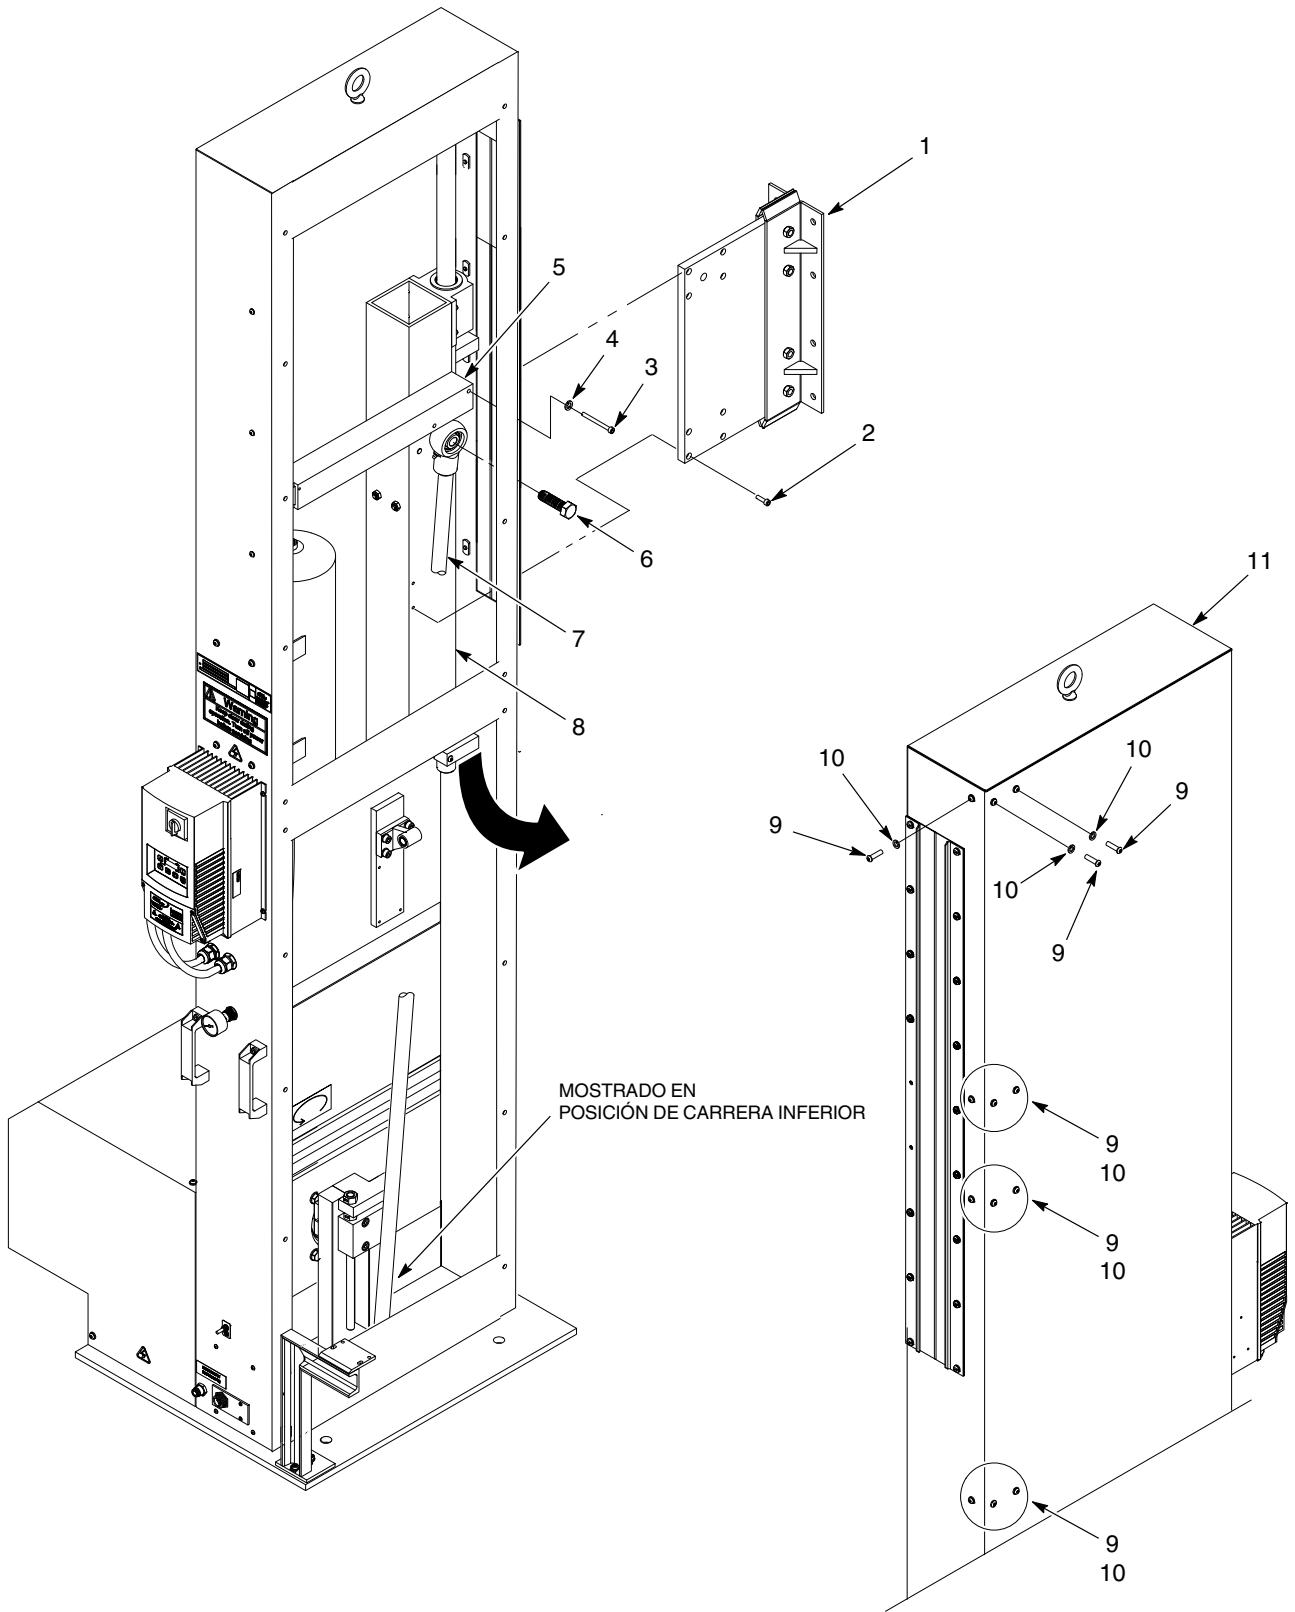

Figura 16 Extracción del conjunto de cojinete
1. Ver la figura 16. Extraer los tornillos (3) y las arandelas (4) que fijan la barra del estabilizador (5) al tubo de montaje de cojinete (8). Extraer la barra del estabilizador.